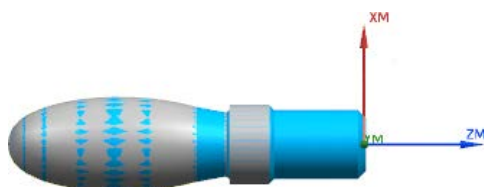

图 4.18 3D 仿真结果
Step3. 在“刀轨可视化”对话框中单击 **3D 动态** 选项卡, 采用系统默认参数设置值; 调整动画速度后单击“播放”按钮 , 即可观察到 3D 动态仿真加工, 加工后结果如图 4.18 所示。